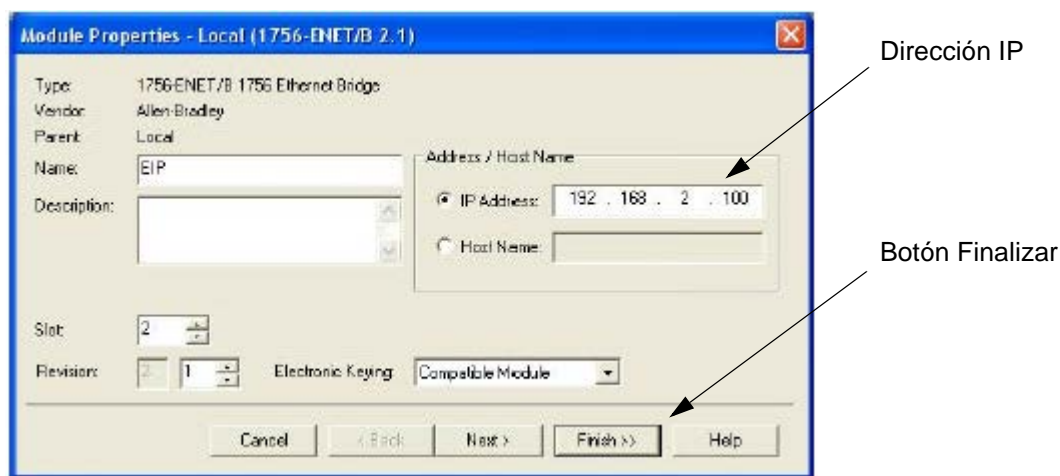

FIG. 70. Propiedades de módulo Ethernet
- c. En la ventana Select Module Type (Seleccionar tipo de módulo), seleccione la entrada 1756-ENET/B o 1756-ENBT/A. RSLogix abrirá la ventana Module Properties (Propiedades de módulo). Vea la FIG. 70.
- i. Entre los valores de IP Address (Dirección IP) y Subnet Mask (Máscara de subred). La dirección IP debe coincidir con la dirección IP entrada en la ventana Properties (Propiedades) (FIG. 70).